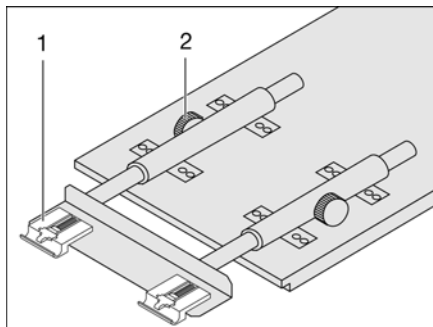

Bild 91 Förstora hängbordet
- Lossa de räfflade skruvarna (Bild 91,2).
- Lyft upp bordsskivan något framtill och dra ut till stoppläget. Bordsförlängningen (Bild 91,1) är helt utdragen.
- Lyft upp bordsskivan något framtill och dra till stoppläget. Bordsförlängningen (Bild 91,1) är helt indragen.